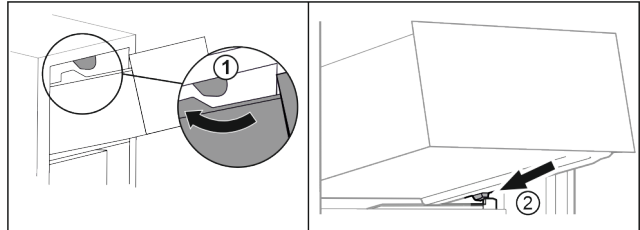

Fig. 29
- ▶ Schubfach um die oberen Stopper herumführen. Fig. 29 (1)
- ▶ Schubfach schräg hinter den unteren Stoppere auf Behälterrippe aufsetzen. Fig. 29 (2)